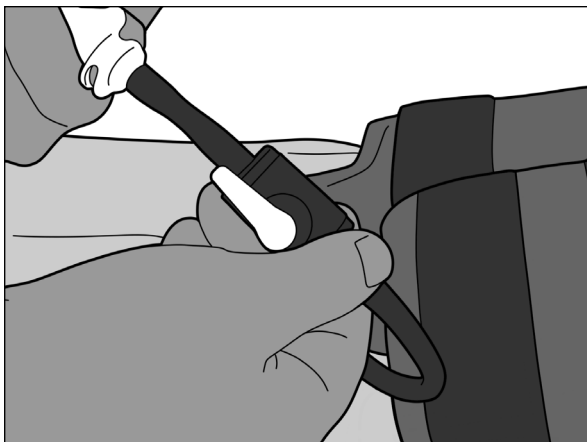

Fig. 15
2. Kontrollera att avstängningsventilen är öppen. Ventilens handtag ska vara i linje med slangen (Fig. 15).